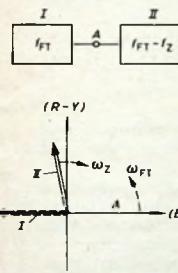
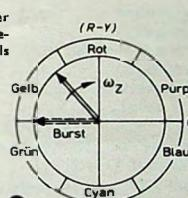

Bild 1. Prinzip der Erzeugung eines Regenbogensignals
Bild 2. Signale der beiden Oszillatoren im Farbkoordinatenkreis
Zur Erklärung der Funktionsweise des Regenbogengenerators kann man davon ausgehen, daß der Regenbogengenerator zwei Oszillatoren enthält. Ein Oszillator (I) schwingt auf Farbrägerfrequenz f_{FT} , der andere (II) auf $f_{FT} - f_Z$ (Bild 1). Der Oszillator I ist notwendig für die Herstellung der Bezugspunktlage, um den Farbrägeroszillator im Empfänger zu synchronisieren. Als Bezugspunkt sei der Punkt A gewählt, von dem zunächst der Oszillator I betrachtet wird. Symbolisch werden Amplitude und Kreisfrequenz des Oszillators I in das Farbkoordinatenkreuz übernommen (Bild 2), wobei dieses mit der gleichen Kreisfrequenz ω_{FT} rotiert. Der Betrachter A, der ebenfalls mit dem Koordinatenkreuz rotiert, sieht den Zeiger I (Burstphase) immer auf der Bezugspunktlage von 180° .